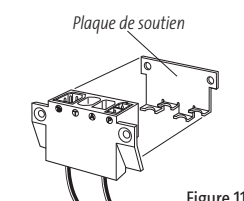

Figure 11
3. Appliquez la plaque de soutien à l'arrière du socle de connecteur et fixez-la sous pression (Figure 11).